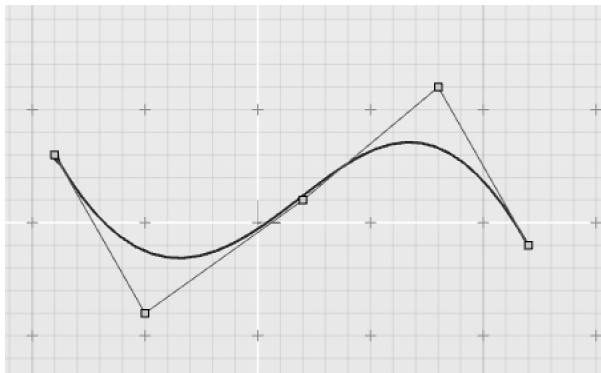

图 3-39 绘制一条 NURBS 曲线
1) 新建一个 Evolve 文件，绘制一条 NURBS 曲线，如图 3-39 所示。